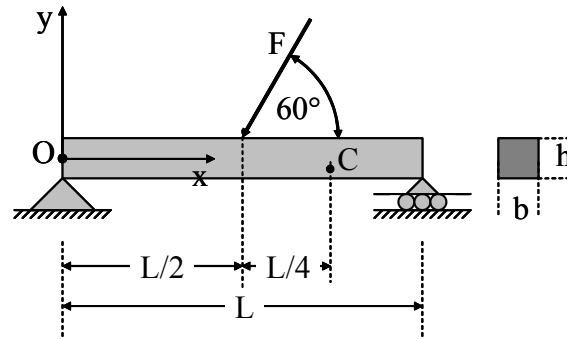

Figure 2
2. Considering the simply-supported beam illustrated in Fig. 2, calculate the principal stresses and their orientation at a point C located at a distance of  $h/4$  from the bottom of the cross-section. Take  $F = 10\text{kN}$ ,  $L = 4\text{m}$ ,  $h = 5\text{cm}$  and  $b=h/2$  (25 pts).
- En considérant la poutre sur appuis simples illustrée à la Fig. 2, calculez les contraintes principales et leur orientation au point  $C$  situé à une distance  $h/4$  de la fibre inférieure de la section. Prenez  $F = 10$ kN,  $L = 4$ m,  $h = 5$ cm et  $b=h/2$  (25 pts).